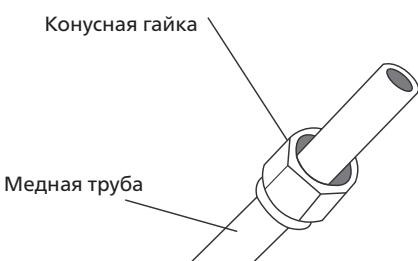

Рис. 7.4
- Наденьте конусные гайки на оба конца трубы. Гайки должны быть ориентированы в правильном направлении, поскольку после развалцовки гайки нельзя будет надеть или изменить их ориентацию. (См. рис. 7.4.)